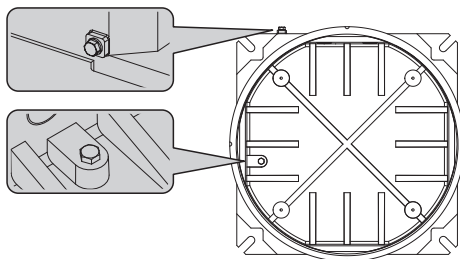

Fig. 02 Posizioni viti di terra esterna-interna.
**La tensione d'alimentazione del ricevitore EXDTRX3 è di 230Vac, 50/60Hz. Il ricevitore deve essere collegato a terra per mezzo delle viti presenti all'interno ed all'esterno della custodia (Fig. 02, pagina 8).**
**!** La tensione d'alimentazione del ricevitore EXDTRX324 è di 24Vac, 50/60Hz. Il ricevitore deve essere collegato a terra per mezzo delle viti presenti all'interno ed all'esterno della custodia (Fig. 02, pagina 8).